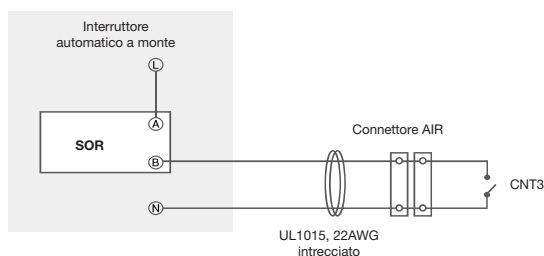

Figura 22. Circuito di controllo
- 1) Collegare i fili UL1015 22AWG 105 °C 600 V dalla scheda sensore all'interruttore automatico a monte. Vedere la figura 22.